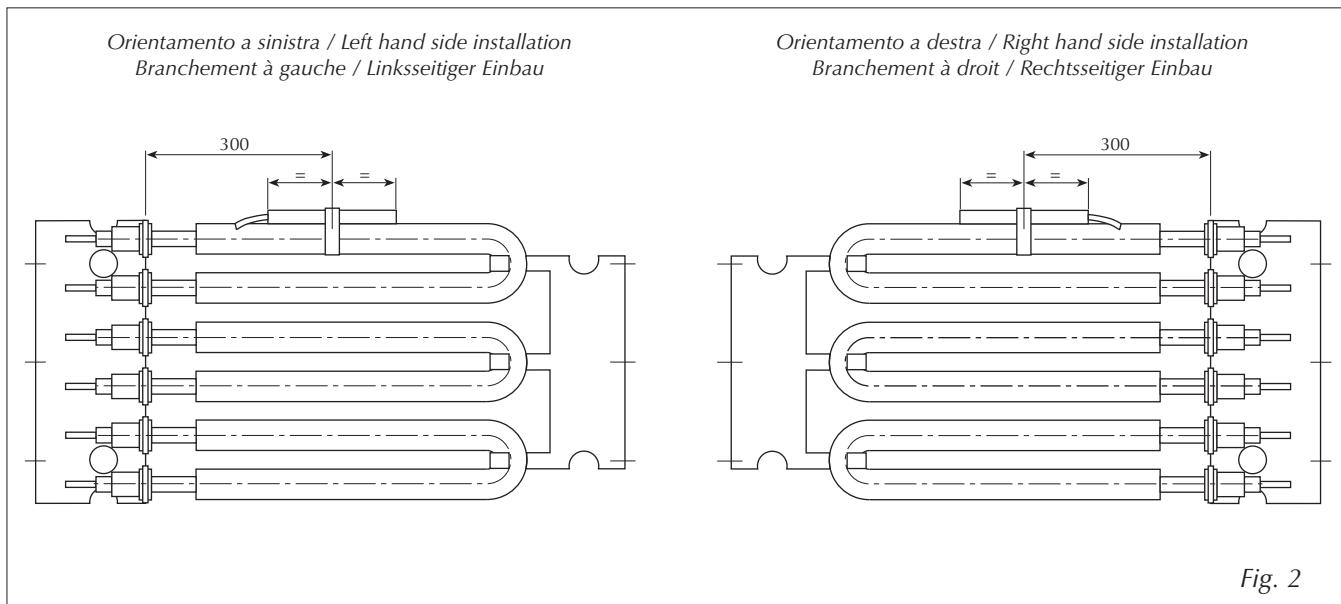
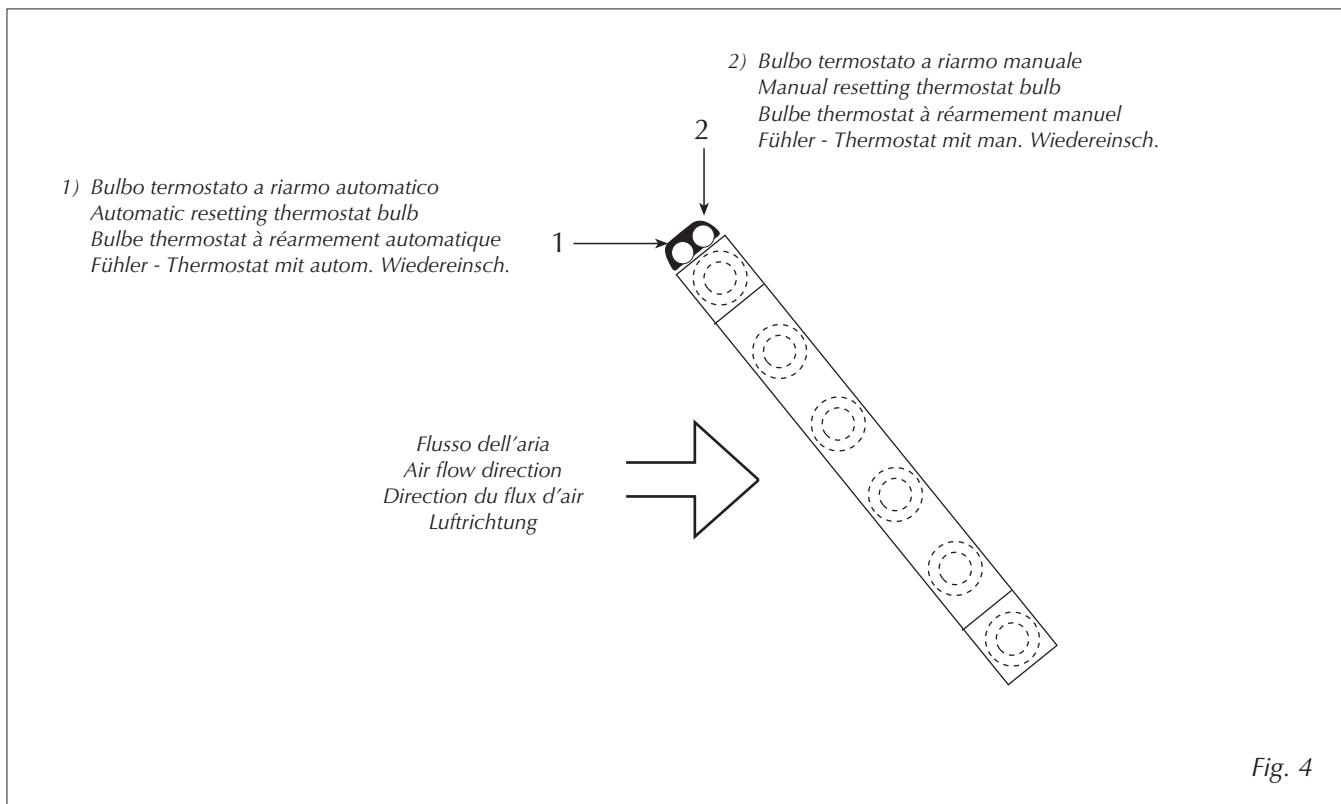
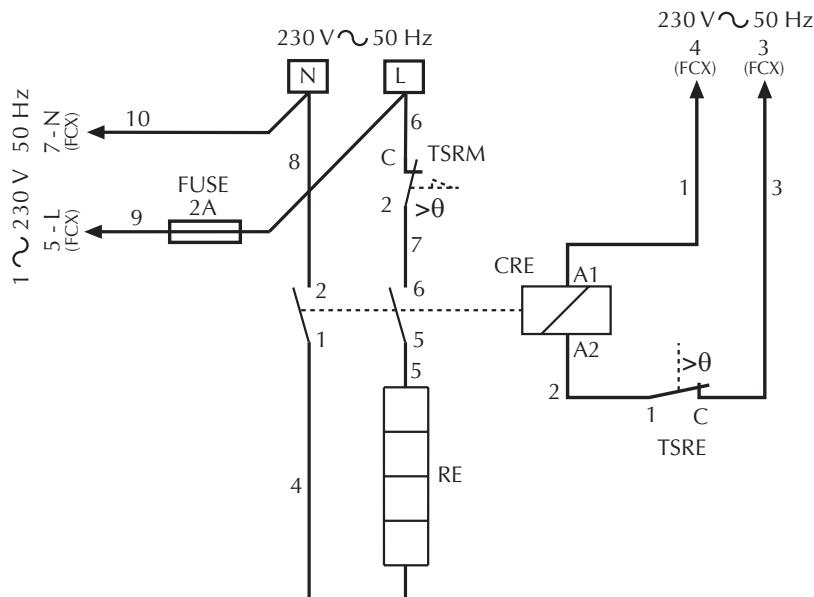

Fig. 2
Fig. 4
Fig. 5
- fissare i bulbi alla resistenza nella posizione indicata nella fig. 2, utilizzando la fascetta (2 fig. 1) fornita a corredo.
- ATTENZIONE:** il bulbo del termostato a riarmo manuale ed il bulbo del termostato a riarmo automatico devono essere posizionati, rispetto al flusso d'aria, nella sequenza indicata nella fig. 4. Il termostato a riarmo manuale è riconoscibile dalla presenza del pulsante di riarmo posto sotto il lamierino di supporto;
- eseguire i collegamenti elettrici come indicato negli schemi riportati a bordo macchina. Nello schema di principio, indicato in fig. 5, il contattore deve essere collegato all'organo di regolazione.
- fix the bulbs to the heater as indicated in fig. 2 by using the metal strip (2 fig. 1). **NOTE:** the bulb of the manual resetting thermostat and the bulb of the automatic resetting thermostat must be located in the sequence shown in fig. 4. The manual resetting thermostat has the reset push button under the bearing metal strip;
- connect the cables as shown in the wiring diagrams inside the units. In the wiring diagram of fig. 5 the contactor must be wired to the regulation device.
- fixer les bulbes à la résistance suivant la position indiquée en fig. 2, à l'aide de la lanière fournie (2 fig. 1). **NOTE:** Le bulbe du thermostat à réarmement manuel et le bulbe du thermostat à réarmement automatique doivent être placés, par rapport au flux d'air, dans la séquence indiquée sur la fig. 4. Le thermostat à réarmement manuel a le bouton de réarmement sous le support;
- brancher les raccordements électriques comme indiqués sur les schémas électriques dans l'appareil. Dans le schéma de fig. 5, le contacteur doit être branché au dispositif de régulation.
- die Kugel an dem Elt. Heizregister wie in Abb. 2 befestigen und dazu die mitgelieferte Schelle benutzen (2 bild 1). **ACHTUNG:** die Kugel des manuell entriegelbaren Thermostaten und die Kugel des automatisch entriegelbaren Thermostaten müssen in der Folge wie in Abb. 5 hinsichtlich des Luftflusses positioniert sein. Der manuell entriegelbare Thermostat hat einen Rückstellknopf unter dem Befestigungsblech;
- die Elt.-Verdrahtung gemäß den Schaltplänen ausführen. Das Schütz muß mit dem Regelungsorgan angeschlossen sein (Abb. 5)